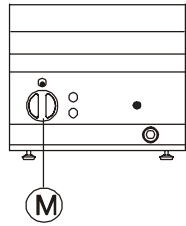

Fig. 1
6.2 Utilisation du bain-marie (fig. 1)
En cas de panne, désactiver l'appareil en mettant le bouton **M** (Fig. 1) à la position **0**. Débrancher l'interrupteur général d'alimentation électrique situé en amont de l'appareil. S'adresser au Centre de Service Après-Vente avec un personnel expérimenté et autorisé par le constructeur.